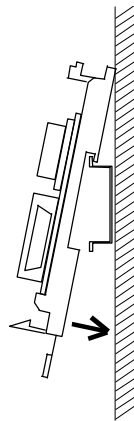

図 2
3. DIN レールにマザーブロック裏面取付部の上部をひっかけてから、下部をはめ込みます。(図 2)